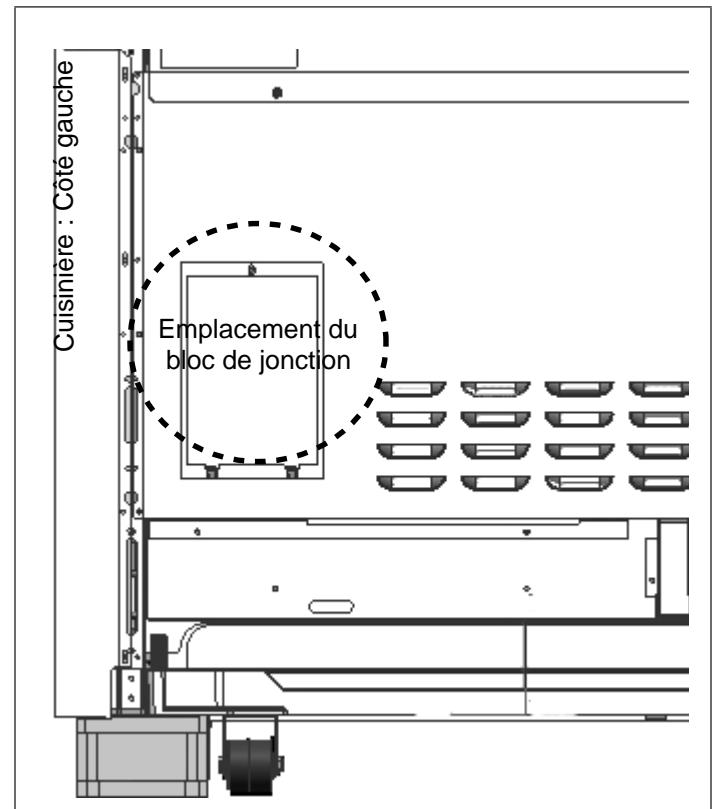

Figure 11: Emplacement du bloc de jonction
— Les appareils peuvent être branchés directement à l'alimentation. L'installateur doit fournir un conduit en aluminium flexible approuvé, format $\frac{3}{4}$ po (19 mm), d'une longueur minimale de 6 pieds (1,8 mètre). Localisez le bloc de jonction à l'arrière de l'appareil et enlevez le couvercle (consultez la Figure 11). Le conduit doit être fixé à la boîte de connexion à l'aide d'un connecteur de conduit approuvé. L'extrémité libre du conduit de câbles doit être branchée à un bloc de jonction installé dans la zone d'alimentation électrique, comme illustré sur la Figure 3.
3. Utilisez deux vis fournies pour fixer le haut et le bas du dosseret de protection dans chaque montant de cloison (voir Figure 11).